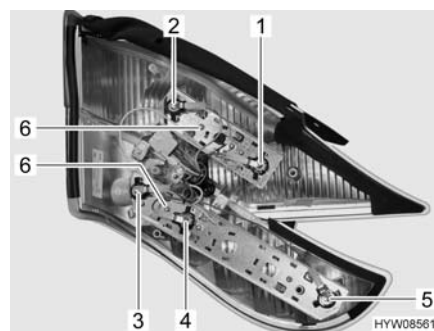

Fig. 184 Luci posteriori (lato posteriore)
- Svitare le due viti Torx (Fig. 184,6) del listello di supporto interessato sul lato posteriore dell'alloggiamento.